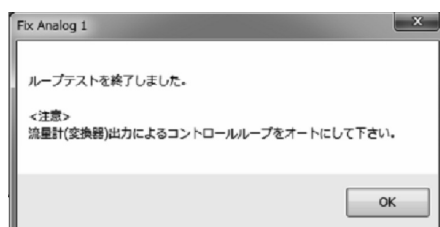

図130
- ⑤ 「Stop」ボタンをクリックすると、メッセージボックス(図130)が表示されますので、「OK」ボタンをクリックして下さい。